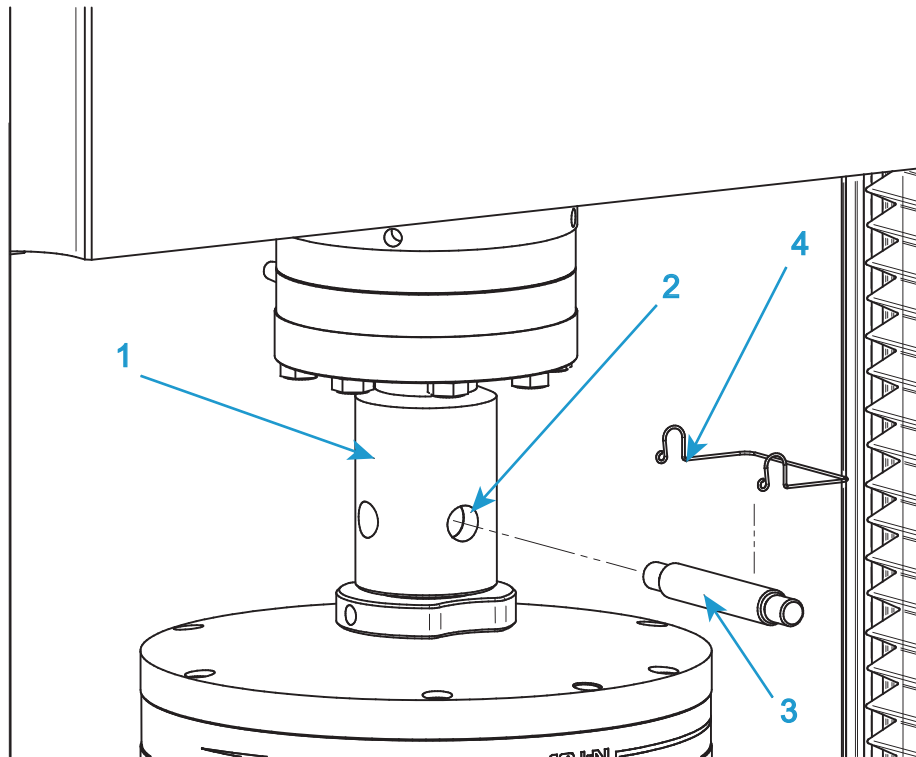

Abbildung 20. Typische Spannzeug-Installation
Siehe Abbildung 20 auf Seite 99, wenn Sie dieser Prozedur folgen.
1. Für das obere Spannzeug führen Sie den Adapter auf dem Spannzeug in die Steckbolzenbuchse (1 in Abbildung 20) am Kraftaufnehmeradapter ein.
2. Richten Sie die Steckbolzen zueinander aus (2 in Abbildung 20) und stecken Sie den Steckbolzen (3 in Abbildung 20) durch die Bohrungen.
3. Sichern Sie den Steckbolzen mit dem Steckbolzen-Clip (4 in Abbildung 20).